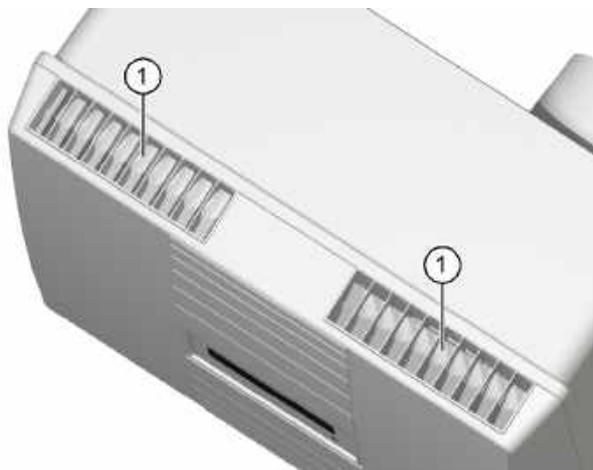
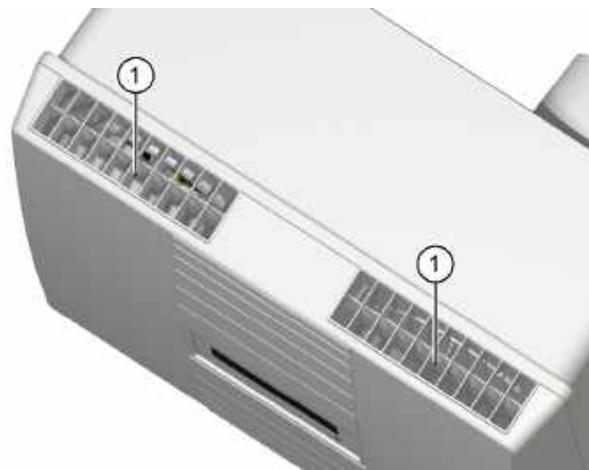

Fig. 12: Clapets d'aération fermés
Fig. 13: Clapets d'aération ouverts
- ▶ Inspectez la position des clapets d'aération (voir Fig. 12 et Fig. 13) sur l'ouverture de l'air repris et de l'air fourni.
- Si l'appareil d'aération est débranché ou hors tension, les deux clapets d'aération sont fermés (voir pos. 1 dans Fig. 12).
- Lors de la mise sous tension, les deux clapets d'aération s'ouvrent (pos. 1 dans Fig. 13).